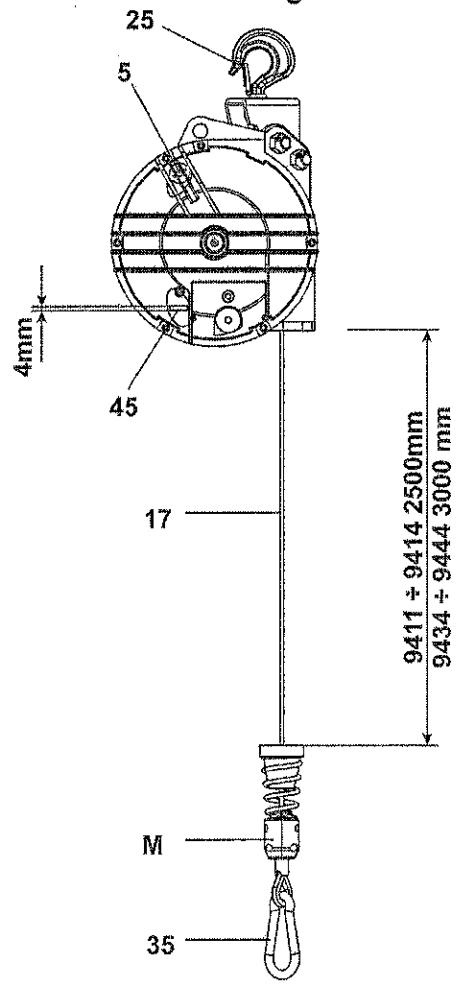

Fig. 6
NOTAS: El equilibrador también se bloquea si el muelle del tambor está completamente descargado. En este caso, la cabeza del tornillo de carga (45) (Fig.5) sobresale aproximadamente de 4 mm del capuchón; para restablecer el funcionamiento, accione la palanca (5) (Fig.6) e intente cargar el muelle tal como se describe en el párrafo "Regulación del equilibrador" (libere la palanca (5) una vez que la cabeza del tornillo de carga (45) (Fig.5) haya entrado en el capuchón); si el equilibrador no se desbloquea,